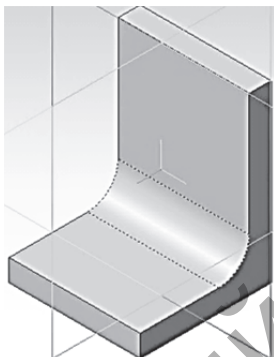

Рисунок 11.5
5. На панели редактирования детали щёлкните на кнопке «Операция выдавливание». Внизу экрана появится «Панель свойств», на которой задайте параметры выдавливания: «Два направления»; «Расстояние 1» — 15,0, «Расстояние 2» — 15,0. После ввода параметров щёлкните на кнопке «Создать объект» (рис. 11.5).